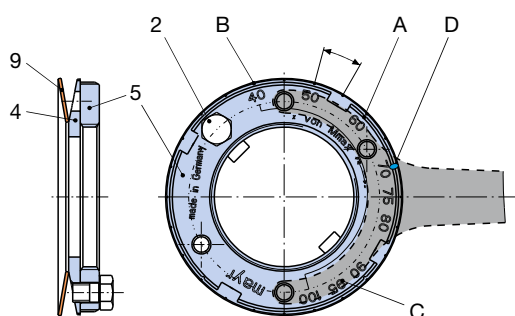
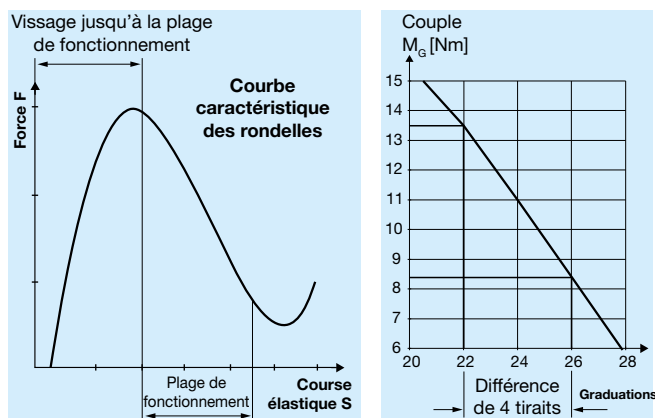

Fig. 1 : EAS®-compact® à glissement et synchrone
Fig. 3
Les rondelles Belleville (9) sont utilisées dans la partie décroissante de leur courbe caractéristique (fig. 3). En vissant l'écrou de réglage (5), on diminue la force des rondelles, c'est à dire on réduit le couple. En dévissant l'écrou de réglage (5), on augmente la force des rondelles et donc le couple (vue sur l'écrou de réglage (5), fig. 1 et 2).
L'application des rondelles Belleville dans leur plage de fonctionnement (fig. 3) peut être contrôlée grâce à la cote «a».